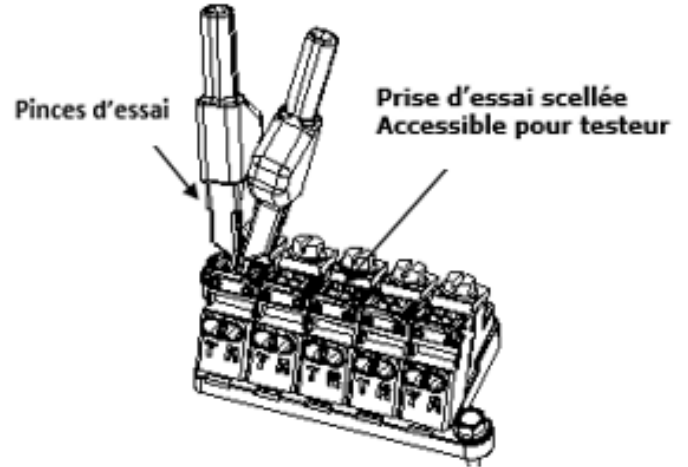

Figure 6
1. Le boulon étant complètement abaissé, insérer les pinces d'essai dans les trous d'accès de la prise d'essai situés sur le dessus du logement du circuit (Figure 6).